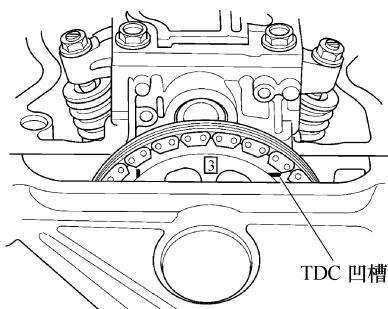

图 2-63 设定 3 号活塞 TDC 位置
8) 顺时针旋转曲轴。将凸轮轴链轮上的 3 号活塞 TDC 凹槽与气缸盖的顶部边缘对准, 见图 2-63。